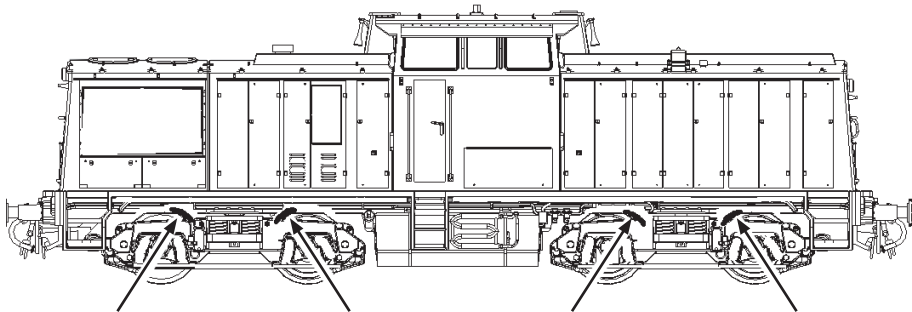
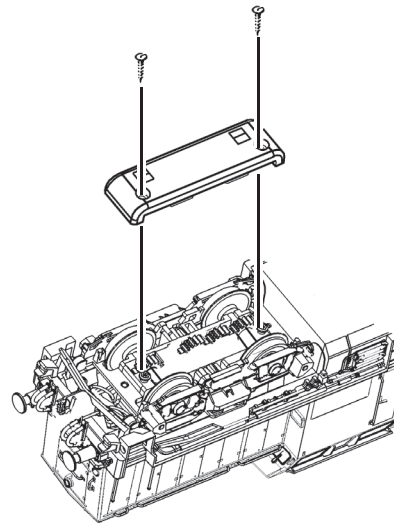

Fig. 7
Fig. 3
2. Schmierung: Versehen Sie die im Schmierplan in Fig. 7 gekennzeichneten Stellen mit nur **kleinen Öltröpfen**. Dazu zuerst das Lokgehäuse abnehmen (Fig. 3). Wir empfehlen den **ROCO Öler Art.-Nr. 10906**. Fürs Schmieren der Getriebeteile (Zahnräder, Schnecke) empfehlen wir das **ROCO-Spezialfett Art.-Nr. 10905**. Im Falle der Schmierung diese Teile **nicht ölen**.
Mehrzugbetrieb: Zuerst Lokgehäuse abnehmen (Fig. 3). Danach den Brückenstecker aus der Schnittstelle entfernen (diesen sorgsam aufbewahren). Danach den Stecker des Steuerbausteins lagerichtig einsetzen (siehe Fig. 5).
4. Motorwechsel: Lokgehäuse abnehmen (Fig. 3). Danach wird der Motor ausgebaut.
2. Lubrication: Apply **tiny oil drops** to spots marked in fig. 7. Prior to lubrication dismantle locomotive (fig. 3). We recommend using item no. **10906, Roco oiler**. For lubrication the gearparts (e.g. cogwheels, worm) we should recommend our Roco **special grease** (item no. **10905**).
4. Motor Changing: First remove loco body (fig. 3), and then the motor.
2. Graissage: N'appliquez **qu'une toute petite goutte** aux endroits indiqués par le plan de graissage (fig. 7) après avoir démonté la caisse de la locomotive (fig. 4). Nous vous recommandons **le graisseur à huile Roco réf. 10906**. Pour graisser les engrenages (roues dentées, vis sans fin) nous vous conseillons la **graisse spéciale Roco réf. 10905** pour engrenages en matières synthétiques. Lorsque vous utilisez cette graisse il faut éviter d'huiler ces composants.
4. Remplacement du moteur: Démontez la caisse (voir fig. 3). Démontez ensuite le moteur.
1. siehe } Fig.3